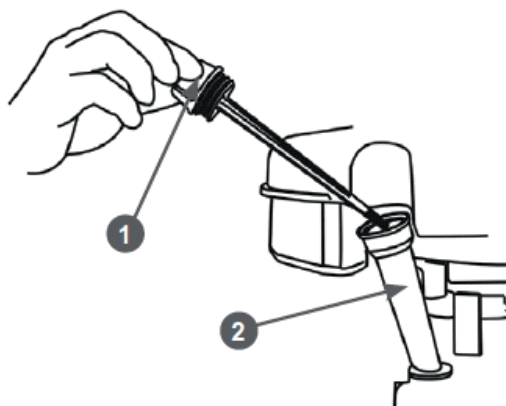

Рис. 11 Крышка-щуп маслосазливной горловины
2. Открутите крышку-щуп 1 маслосазливной горловины 2 и извлеките щуп (Рис. 11).
2. Открутите крышку-щуп 1 маслозаливной горловины и извлеките щуп (Рис. 11).